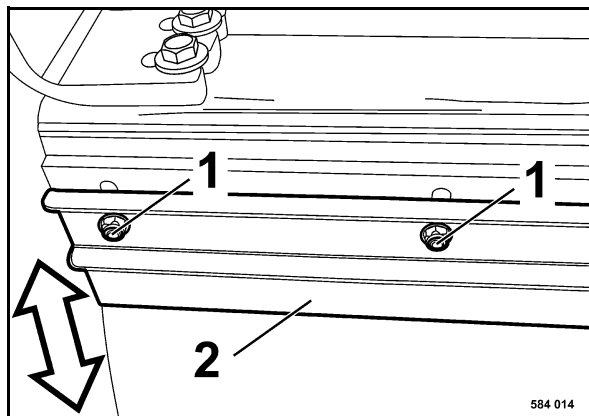

Fig. 180
- Para reajustar los rascadores 2 (Fig. 180) hay que soltar los tornillos de fijación (1) en los agujeros oblongos y deslizar los rascadores en dirección del rodillo hasta hacer contacto.